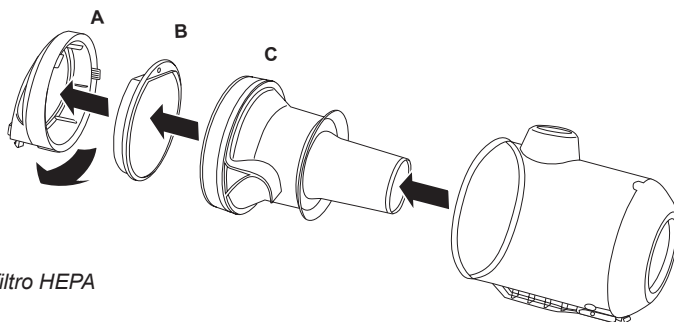

Figura 11
2. Gire el cubierta del recipiente para polvo (A)
3. Gire el primer filtro en el recipiente para polvo (B)
4. A su vez el segundo filtro de la aspiradora (C)
⚠ No bloquear el segundo filtro (C) (véase la figura 11) en el de colector de polvo. Esto se hace automáticamente cada vez que cierre la tapa (A).